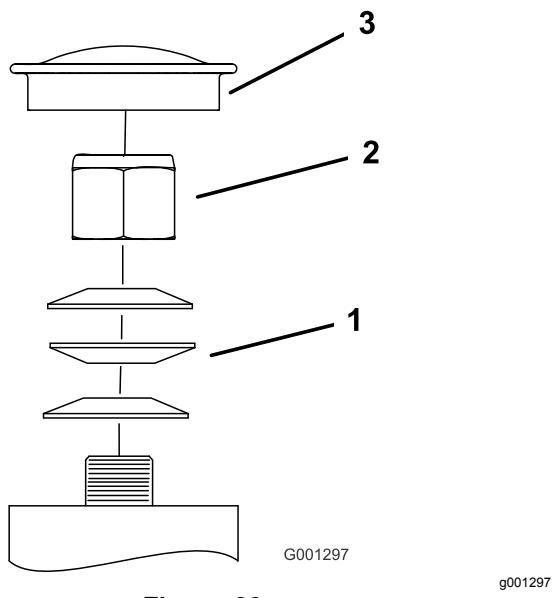

Figure 66
3. Retirez le couvre-moyeu de la roue pivotante et serrez le contre-écrou (Figure 66).
4. Continuez de serrer le contre-écrou jusqu'à ce que les rondelles élastiques soient aplatis, puis desserrez-le d'un quart de tour pour obtenir la précharge correcte des roulements (Figure 66).
Important: Veillez à placer les rondelles élastiques comme montré à la Figure 66.
5. Reposez le couvre-moyeu (Figure 66).